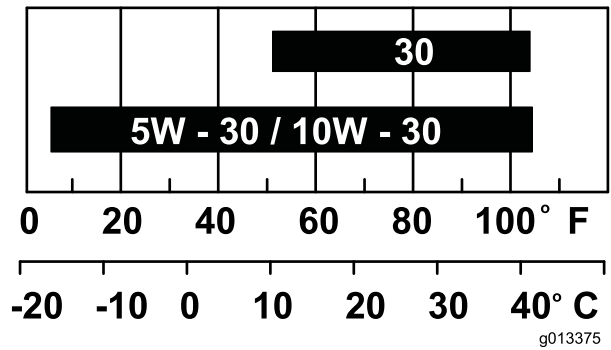

Figure 28
**Remarque:** Utilisez de l'huile SAE 10W-30 pour usage général. Vous pouvez utiliser les autres viscosités d'huile indiquées dans le tableau lorsque la température moyenne dans votre région correspond à la plage indiquée (Figure 28).